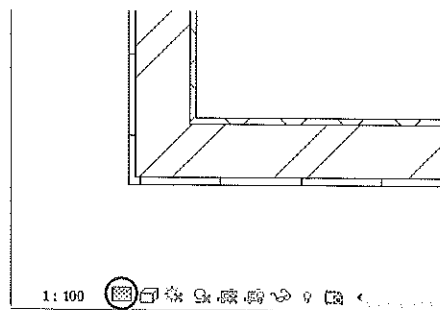

Figura 5.64 – Visualização das camadas.
11. Em seguida, na tela gráfica, selecione o modo de visualização em **Alto** para visualizar as camadas em planta como mostra a Figura 5.64.